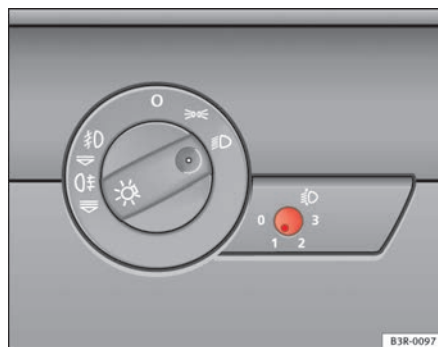

Fig. 87 Regulación del alcance de las luces
- Pulse brevemente el botón  ⇒ fig. 87, para sacarlo de su posición de ajuste.